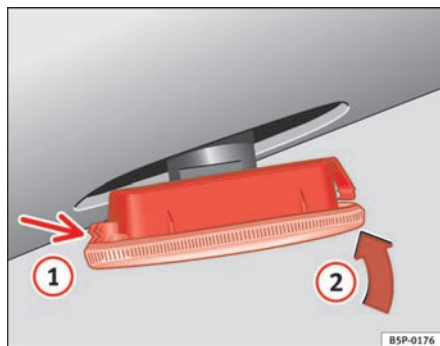

Fig. 191 Blinklygte
- Sæt først blinklygten i monteringsstedet i karrosseriet, så tappene går i hak ⇒ fig. 191, pil ①.
- Sæt pæren i som vist med pilen ② ⇒ fig. 191. ■